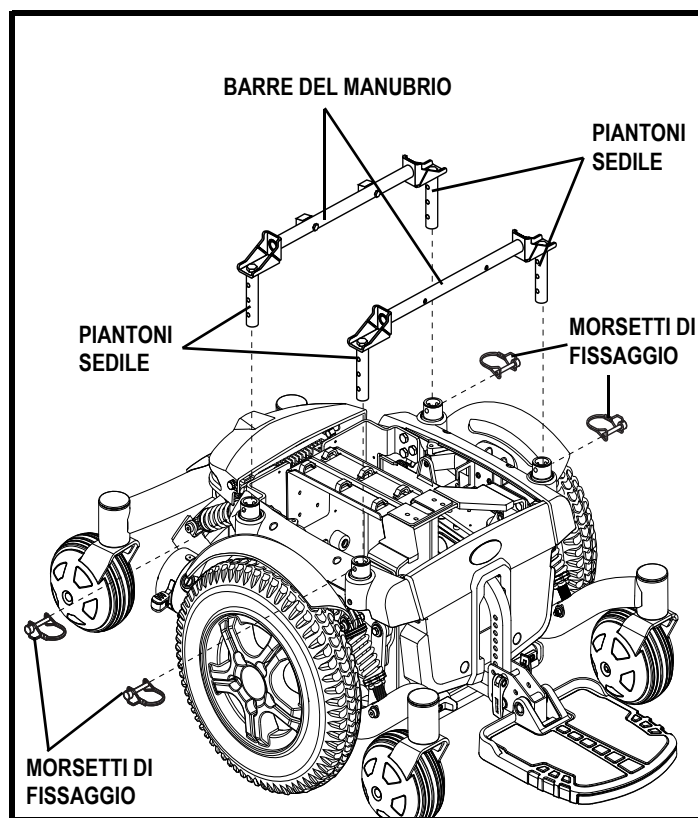

Figura 16. Regolazione dell'altezza/angolazione del sedile
8. Rimuovere i morsetti di fissaggio che uniscono le barre del manubrio ai pali del sedile. **Vedere la figura 16.**